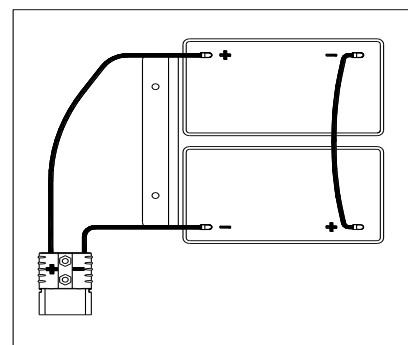

Рисунок 3
Машине требуется две 12В батареи, подключенные в соответствии с Рис. 3.
6. Откройте крышку бака грязной воды (4) и убедитесь, что бак (3) пустой; в противном случае слейте его при помощи сливного шланга (15).
7. Закройте крышку бака грязной воды (4).
8. Аккуратно переверните бак (3).
10. Направьте и установите кабель батарей, как показано на (Рис. 3), затем аккуратно зафиксируйте гайку на каждом выводе батарей.
12. Аккуратно опустите бак грязной воды (3).